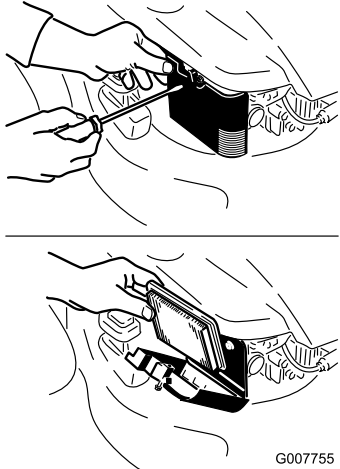

Figura 21
2. Abra la tapa del filtro de aire y retire el filtro de aire usado (Figura 21).